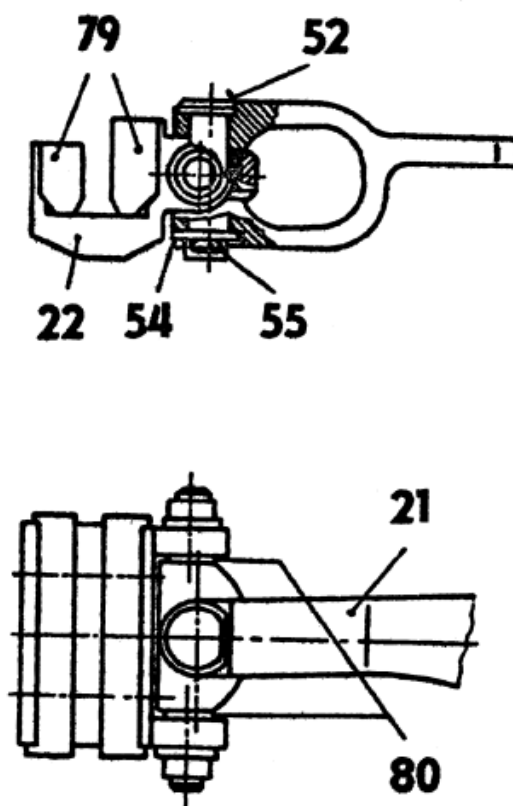

Рисунок 11-38 Носитель скользящих блоков
**(7) Замена носителя скользящих блоков регулятора - Рисунок 11-38**